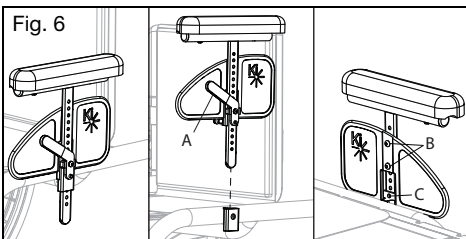

Fig. 6
- a. Deslice el apoyabrazos en el alojamiento del chasis lateral. Asegúrese de que el pasador en la palanca enganche en el receptor (Fig. 6).
- a. Empuje la palanca (Fig. 6:A) hacia el panel de protección lateral para liberar el pasador del receptor.
- b. Quite dos tornillos de 6 mm de los protectores laterales (Fig. 6:B).
- c. Quite el tornillo M4 (Fig. 6:C) del tope del poste de protección lateral a través del poste de protección lateral, pero no lo retire por completo. El tornillo puede permanecer en el conjunto de la palanca. Repite con el otro brazo.
- d. Restaure el tope del bastón y el conjunto de la palanca en el bastón del protector lateral a la posición deseada. Vuelva a apretar el tornillo M4 (Fig. 6:C). Repite con el otro brazo.
- e. Ponga el protector lateral en la posición deseada y coloque de nuevo los dos tornillos de 6 mm (Fig. 6:B) para asegurar la protección lateral en su posición. Apriete los dos tornillos de 6 mm. Repita en el brazo opuesto.
- f. Vuelva a colocar los conjuntos de los apoyabrazos en el alojamiento (Fig. 6).